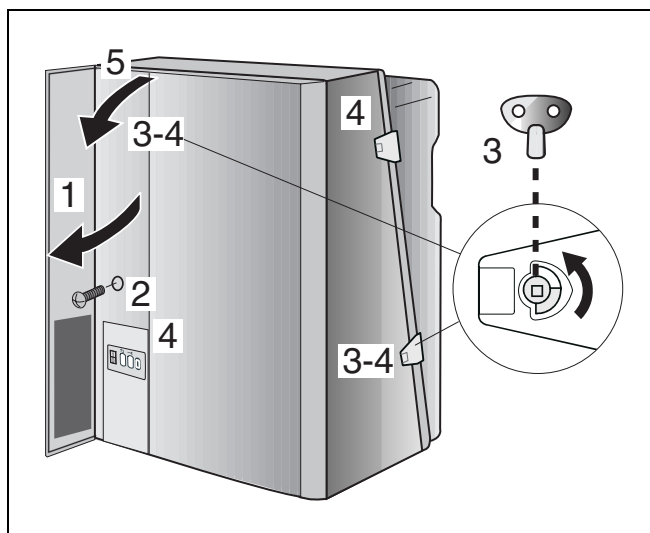

Fig. 2 Rimuovere il rivestimento
- Aprire il coperchio del pannello di servizio (fig. 2, pos. 1).
- Togliere la vite (fig. 2, pos. 2).
- Allentare di un giro entrambe le chiusure a baionetta con una chiave di sfianto (fig. 2, pos. 3).
- Aprire le chiusure a scatto (fig. 2, pos. 4).
- Rimuovere il rivestimento estraendolo dal davanti (fig. 2, pos. 5).